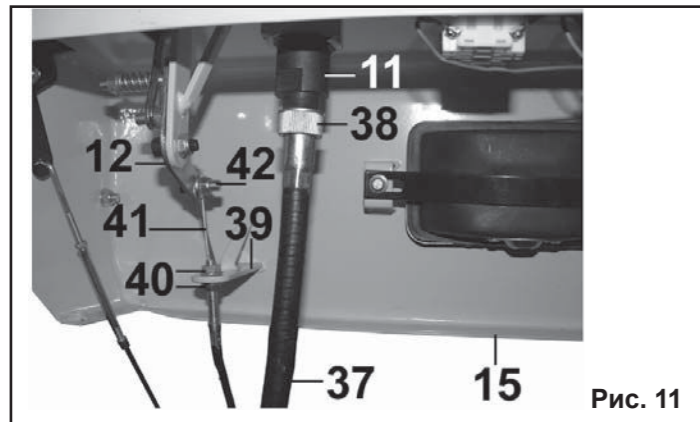

Рис. 11
**Примечание:** Завинчивание и отвинчивание гаек (38) и (44) осуществляйте при помощи рук, без применения какого-либо инструмента.
**6.8. Установка гибкой тяги привода дефлектора желоба (Рис.11).**